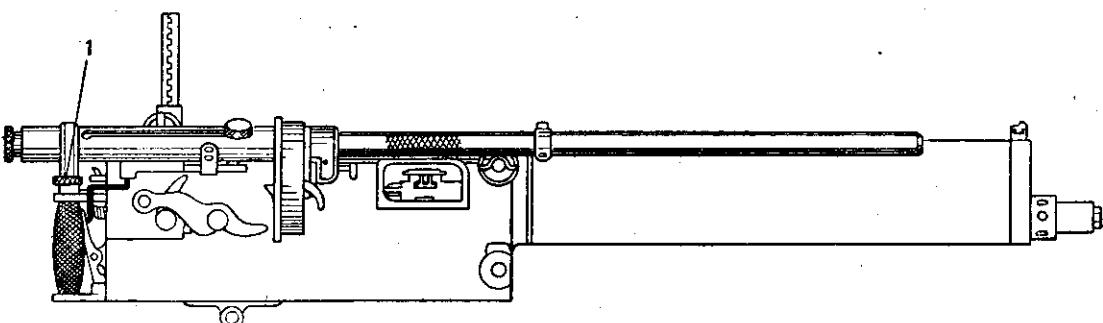

Рис. 22. Монтажная схема (вид сбоку): 1—стойка.
- 7) Ввести спереди ствольную коробку малокалиберного пулемета в кольцо стойки (рис. 22), а лопасть